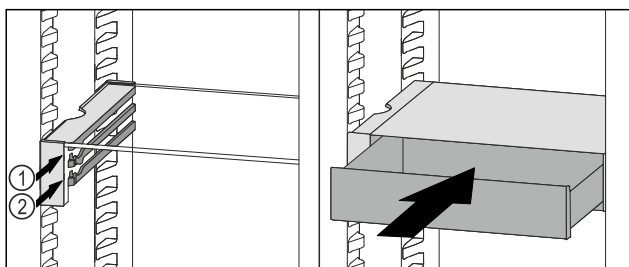

Fig. 52
- ▶ Поставете чекмеджето на VarioSafe зад ограничителите върху желаното ребро Fig. 52 (1) или Fig. 52 (2).